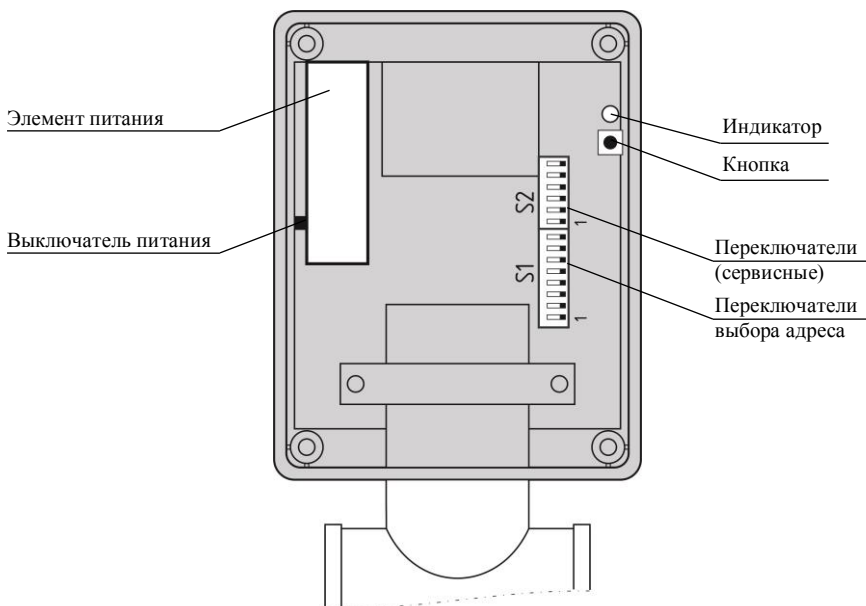

Рисунок 3 – Элементы управления.
2.4.3 Проверить правильность установки адреса на сигнализаторе и клапане: положение переключателей выбора адреса S1.1 – S1.8 (см. рис. 3) должно соответствовать положению переключателей выбора адреса на сигнализаторе. Остальные переключатели в блоке управления клапаном (S2.1 – S2.6) должны быть установлены в положение OFF.
2.4.4 Если контейнер элемента питания оборудован выключателем (см. рис. 3) – переключить его в положение ON. При отсутствии выключателя – удалить изолирующую прокладку элемента питания.